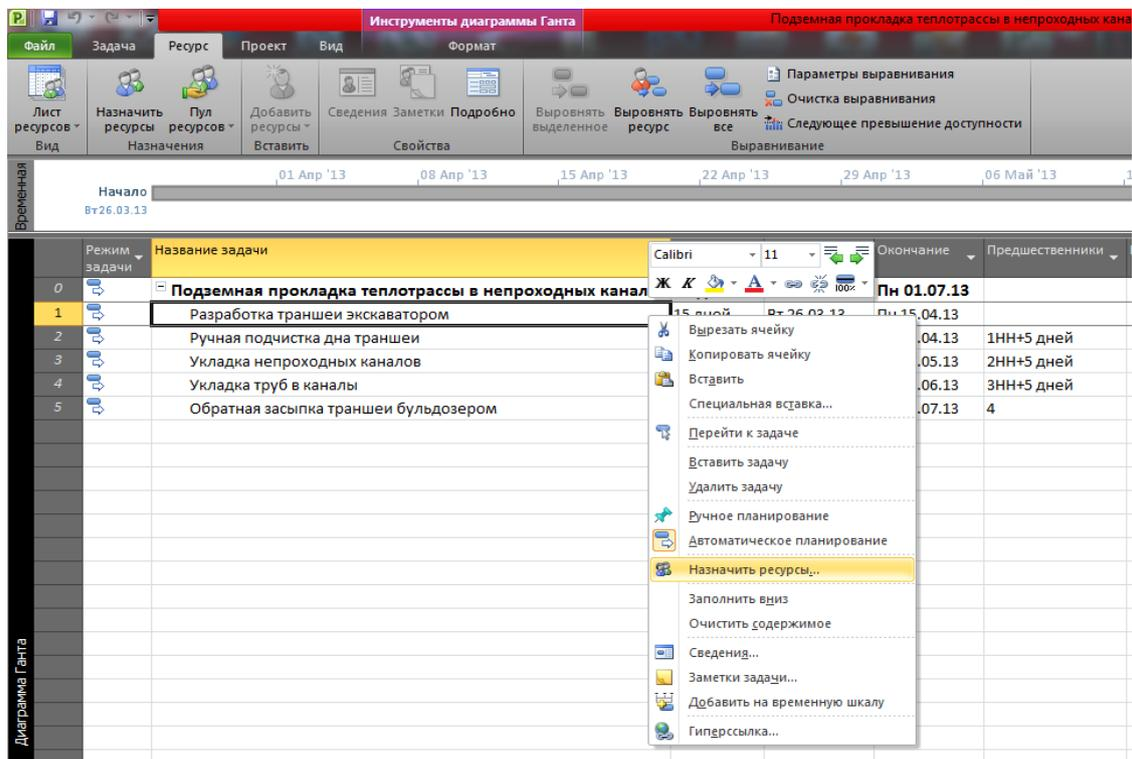

Рис. 18 Открытие окна «Назначение ресурсов» через контекстное меню
3) Для открытия окна «Назначение ресурсов» можно воспользоваться и другим способом. Для этого наводим указатель мыши на необходимую задачу и щелкаем правой кнопкой мыши. В появившемся контекстном меню выбираем команду «Назначить ресурсы ...» (рис. 18);